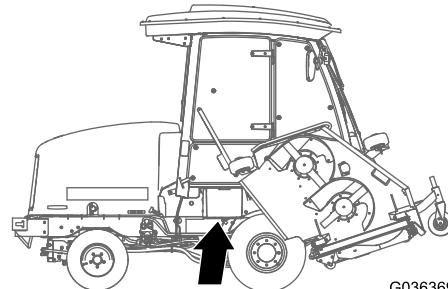

Bild 83
Hinweis: Üben Sie Druck auf die flache Oberfläche über der Batterieabdeckung aus, um das Entfernen der Abdeckung zu erleichtern (Bild 83).
1. Öffnen Sie die Batterieabdeckung an der Seite der Abdeckung (Bild 83).